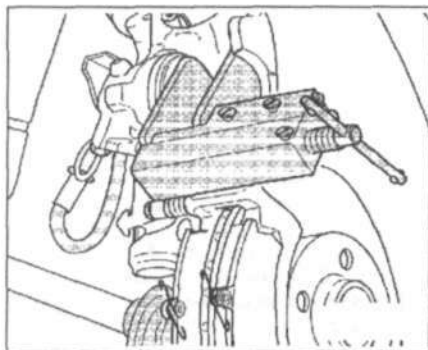

Рис. 11.19. Переместите назад поршень тормозного суппорта и установите тормозные колодки.
3. Переместите назад поршень тормозного суппорта и установите тормозные колодки (рис. 11.19). Опустите тормозной суппорт и затяните болты до 35 Нм.